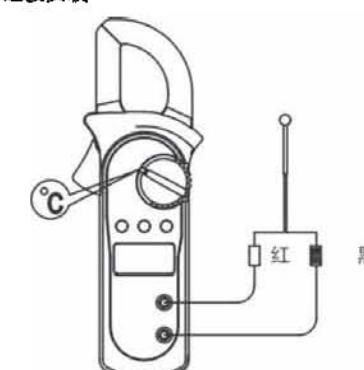

图8
6) 温度测量 ($^{\circ}\text{C}/^{\circ}\text{F}$) (见图 8)